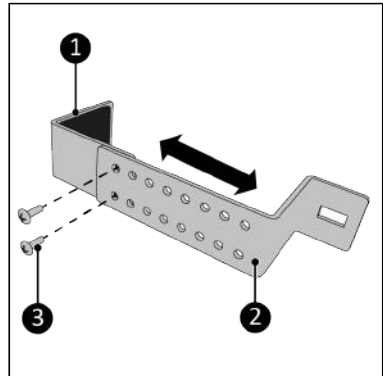

Abbildung 111.
3. Schrauben Sie das Oberteil (Abbildung 111, Pos. 1) und das Unterteil (Abbildung 111, Pos. 2) mit den beiden M5 x 7 mm Schrauben (Abbildung 111, Pos. 3) zusammen. Stellen Sie sicher, dass die Breite etwas größer ist als die Breite des Fensterrahmens.